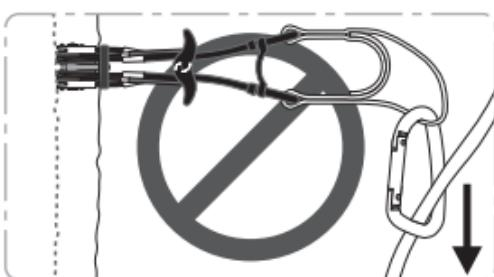

Figura 4
- No use el Totem Cam en fisuras poco profundas, donde la cabeza del Totem Cam no pueda ser alineada con la dirección prevista de la carga (**vea la figura 4**). En esta situación la resistencia es inferior y también es más fácil que el aparato se salga.
- Revise que ningún muelle esté intentando colarse a través de la guía. Esto puede resultar de una carga transversal severa (**vea la figura 4**). En ese caso, agarre el muelle con los dedos y tire de él hacia abajo, separándolo de la guía. Después vuelva a soltarlo.